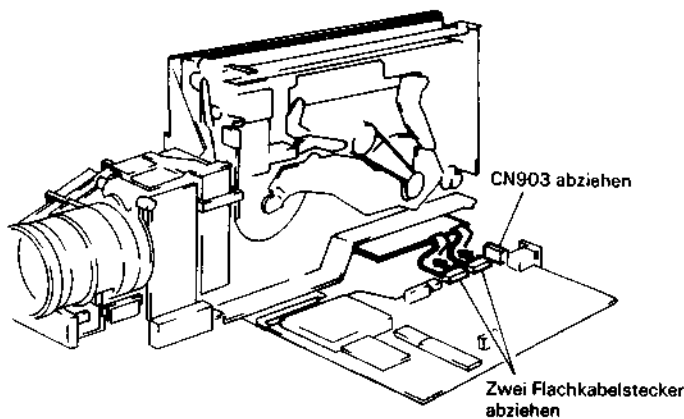
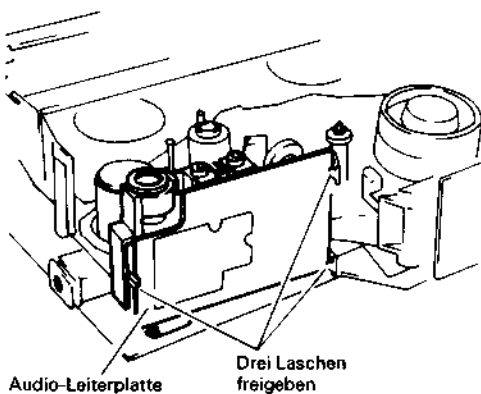

Abb. 2.16 Ausbau der Audio-Leiterplatte
Abb. 2.17 Ausbau der Audio-Leiterplatte
Ausbau der Audio-Leiterplatte (Abb. 2.16, 2.17, 2.18)
2. Den Stecker CN903 abziehen (siehe Abb. 2.16).
3. Die zwei (2) Flachkabelstecker (CN408, CN107) abziehen.
4. Die drei Laschen freigegeben und die Audio-Leiterplatte öffnen (siehe Abb. 2.17).
3. Die Audio-Leiterplatte ausbauen (siehe Abb. 2.16, 2.17, 2.18).